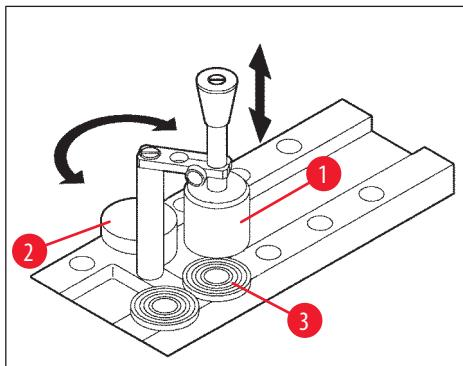

图 14
- 将装有样品的样品托放到速冻架(→"图14")10个空位中的一个并冷冻。